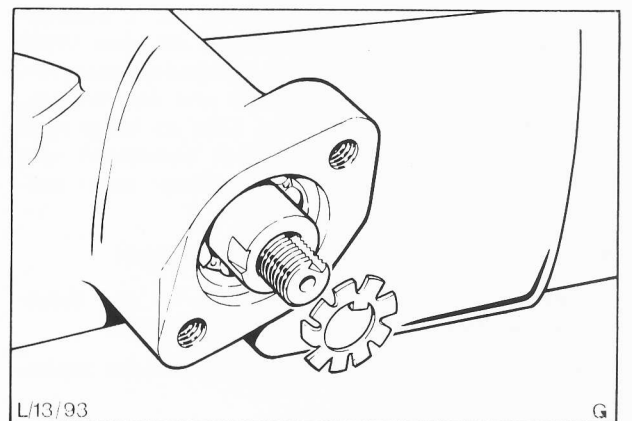

Abb. 57 Sicherungs-Zahnscheibe des Ritzellagers mit versetzter Nase
8. Die Einstellung wird bewirkt durch den inneren Laufring des Ritzellagers, der auf die Ritzelwelle geschraubt ist, Abb. 57.
9. Die Sicherungs-Zahnscheibe, die das Ritzellager sichert, ist nach innen mit einer versetzten Nase versehen, Abb. 57. Wenn man die Sicherungs-Zahnscheibe herumdreht, kann die Einstellung 18mal verändert werden. Dadurch wird jeweils ein Differenzdruck von ca. 1,7 bar (kp/cm2) bewirkt.